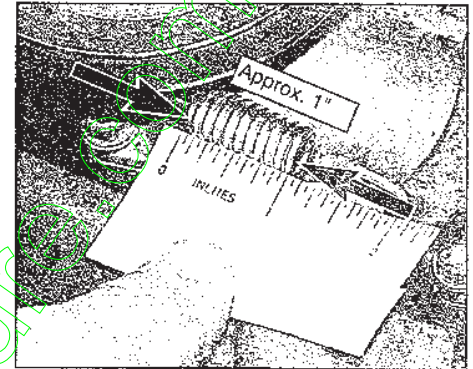

Figure 5-11: Première mesure alors que le ressort de l'embrayage de l'entraînement est dégage.
2. Mesurez la longueur du corps du ressort de l'embrayage de l'entraînement des roues (Figure 5-11).